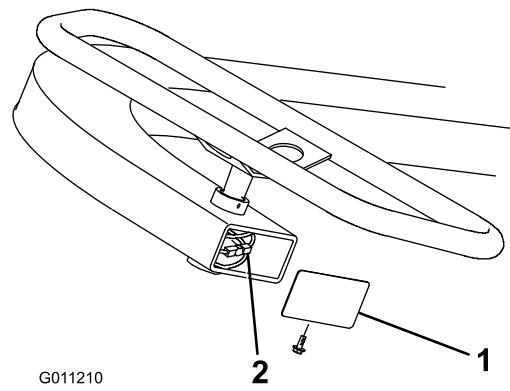

Bild 49
2. Ersetzen Sie die Kabel, wenn alle Kabelstränge verwendet wurden. Warten Sie ggf. die unter dem Lenkrad befindliche Riemscheibe und das Lenkkabel. Nehmen Sie hierfür den Deckel am Ende der Lenksäule ab (Bild 49).